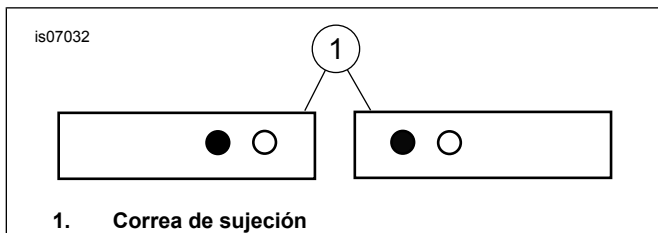
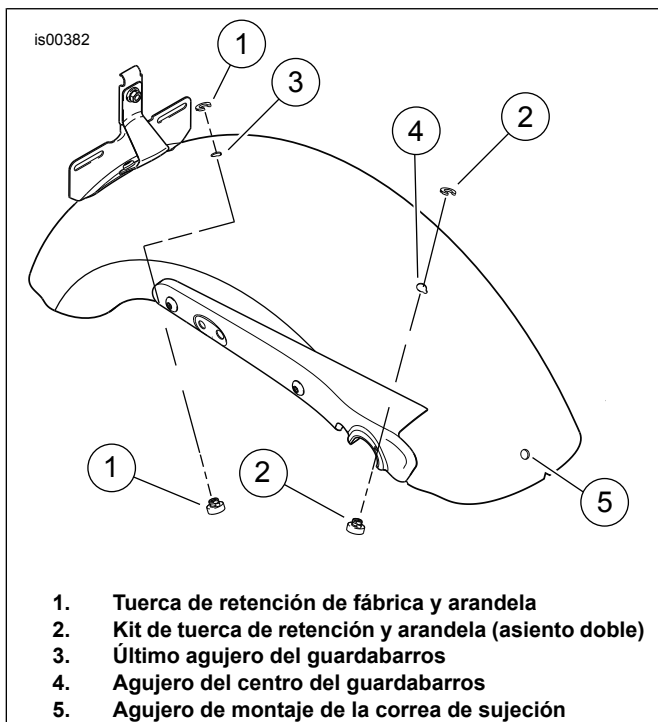
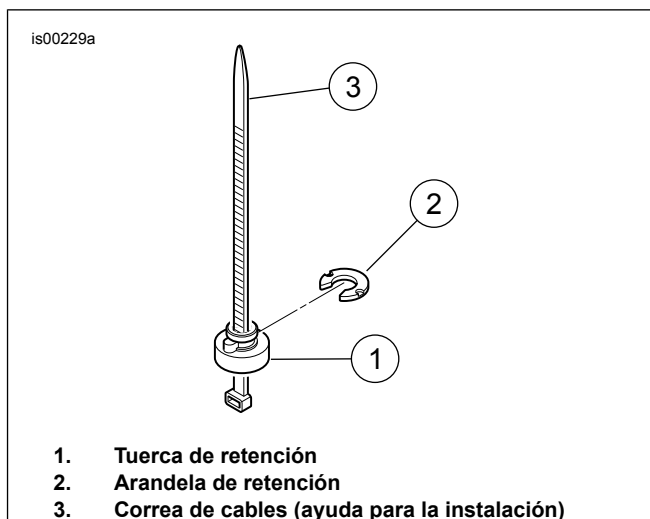
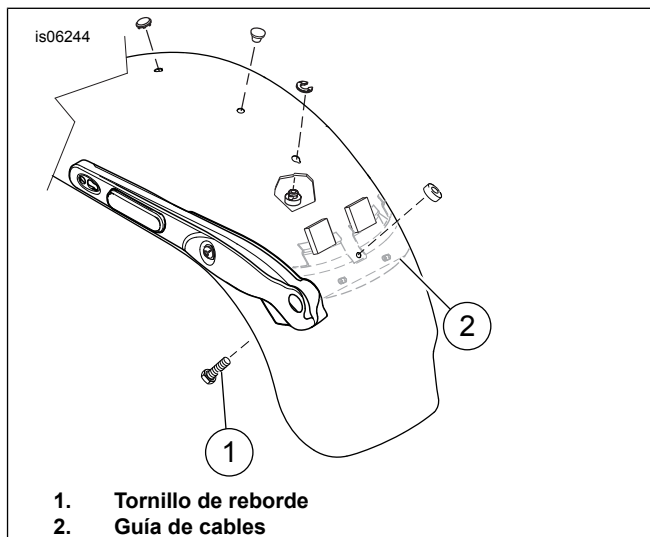

Figura 1. Instalación de la correa de sujeción en los agujeros
Figura 2. Ubicación de la tuerca de retención
Figura 3. Instalación de la tuerca de retención
Figura 4. Instalación de la correa de sujeción: Modelos FXDWG
3. Vea Figura 1 para saber qué agujeros debe usar para instalar la correa de sujeción (use el agujero que se muestra oscuro en la ilustración). Instale la nueva correa de sujeción en la motocicleta en el mismo lugar del que se quitó la correa de sujeción vieja (vuelva a usar los elementos de sujeción existentes). Apriete a 6,78–10,17 N·m (60–90 in-lbs). **Para los modelos FXDWG de 2010 y posteriores:** Vea Figura 4. Verifique que la cabeza del tornillo de reborde (1) haya pasado de la guía de cables (2) y que esté instalada contra el guardabarros.
2. Vea Figura 2. Quite la tapa plástica del último agujero del guardabarros (3).
4. Vea Figura 3. Puede usarse una correa de cables como ayuda, para extraer e instalar la tuerca de retención y la arandela. Coloque la tuerca de retención (1) sobre la correa de cables (3) para que el extremo ancho de la tuerca descansa sobre el ojal de la correa de cables. Pase la correa de cables hacia arriba debajo del guardabarros y a través del último agujero del guardabarros. Tire hacia arriba de la correa de cables para sostener la tuerca apretada contra la parte inferior del guardabarros.
5. Con el reborde de refuerzo de la tuerca de retención asentado en la muesca del agujero del guardabarros, desde la parte trasera deslice la arandela de retención (2) a su lugar. Esto asegurará la tuerca de retención en su lugar. Quite la correa de cables.
7. Instale el tornillo de reborde desde el interior del guardabarros en el agujero de montaje de la correa de sujeción en el guardabarros (Figura 2, artículo 5). Asegure el tornillo con la tuerca de retención plástica del asiento. **Para los modelos FXDWG de 2010 y posteriores:** Vea Figura 4. Verifique que la cabeza del tornillo de reborde (1) haya pasado de la guía de cables (2) y que esté instalada contra el guardabarros.
8. Instale la correa nueva del pasajero del kit de acuerdo con el diagrama en la Figura 1. Instale la arandela y la tuerca y apriete la tuerca a 6,78–10,17 N·m (60–90 in-lbs).